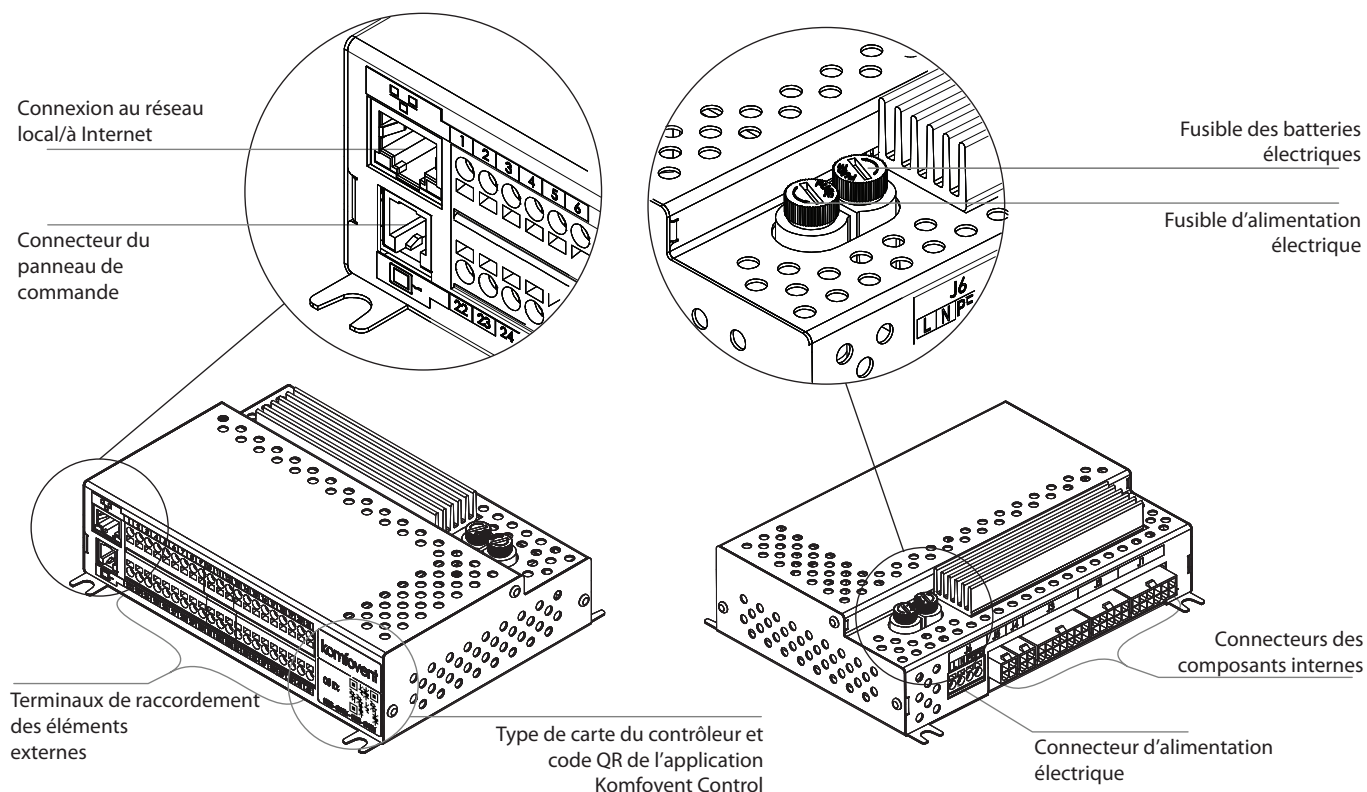

Fig. 12. C6M controller main board
- La numérotation présentée ici s'applique uniquement à la carte de contrôleur C6M. Avant de raccorder les éléments externes, vérifiez le type de carte sur l'autocollant apposé sur la face avant du contrôleur (voir Fig. 12).
Il est conseillé d'éviter que le câble du panneau de commande ne soit trop près des câbles d'alimentation électrique ou d'un équipement à haute tension (armoires électriques, chauffe-eau électrique, climatiseur, etc.). Le câble peut être passé dans les orifices pratiqués à l'arrière ou au bas du panneau de commande (suivez les consignes d'installation fournies avec le panneau de commande). Le fil de la carte du contrôleur C6M est raccordé à un emplacement dédié (connecteur RJ9 ; voir Fig. 12) ou bornes de raccordement des éléments externes.
L'unité peut être contrôlée depuis le panneau de contrôle ou depuis un ordinateur ou un smartphone. Pour cela, elle doit être raccordée à un réseau local ou à Internet. L'unité est contrôlée par un ordinateur depuis un navigateur Web, ou depuis un smartphone au moyen de l'application Komfovent Home ou Komfovent Control. La centrale de traitement d'air est raccordée au réseau informatique au moyen d'un câble CAT5 (connecteur RJ45 ; voir Fig. 12). La longueur totale du câble entre l'unité et le routeur réseau ne doit pas dépasser 100 m.
- Le moyen le plus facile pour gérer l'unité sur Internet consiste à utiliser un smartphone avec l'application Komfovent Control. Lancez l'application sur votre téléphone (celui-ci doit avoir accès à Internet). Lors de la première connexion, l'application vous demandera de scanner le code QR situé la carte du contrôleur (voir Fig. 12). L'application se connectera alors automatiquement à l'unité (pour en savoir plus sur l'application Komfovent Control, consultez le « Guide de l'utilisateur Domekt »).